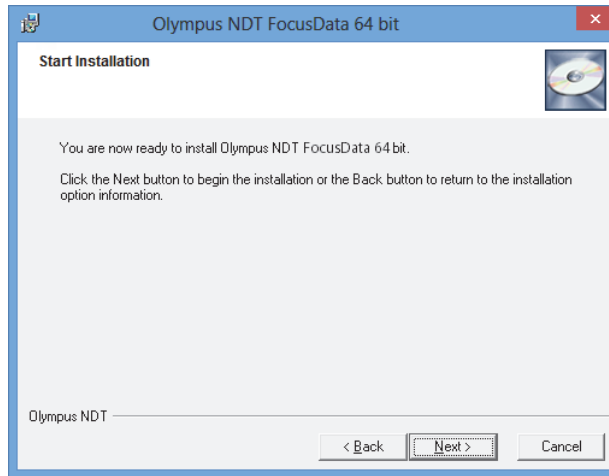

Figure 1-7 Page Start Installation
6. Sur la page **Start Installation** (Lancer l'installation), cliquez sur **Next** (Suivant) [voir la Figure 1-7 à la page 17].